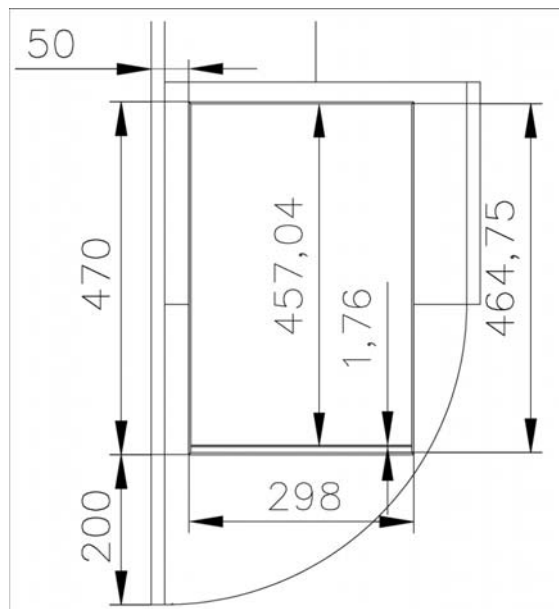

Рис. 5.41. Основные размеры сканера и расположение его на чертеже рабочей зоны
Как видно из рис. 5.41, чертеж сканера довольно прост. Основная сложность заключается в том, что многие линии, которые представляют на чертеже ребра, обрабатываемые скошенными боковыми гранями сканера, проходят очень близко одна от другой. Учитывая достаточно большие габариты сканера в сравнении с этими расстояниями, вам придется, создавая его чертеж, интенсивно использовать инструменты **Zoom Window** (Показать рамкой) и **Zoom Previous** (Показать предыдущий). Если хотите, можете так и поступить, но в данном разделе мы рассмотрим альтерна-
Теперь можно приступить к созданию контуров сканера. Для этого воспользуемся уже хорошо изученными инструментами Offset (Подобие), Fillet (Сопряжение) и Line (Отрезок), а также режимом объектной привязки Endpoint (Контточка). Выполните следующие операции, руководствуясь рис. 5.41.
8. Исходя из рис. 5.41, нужно рассчитать смещение, которое необходимо применить к линиям наружного контура для получения линий внутреннего контура. Оно составляет  $(470 - 464,75)/2 = 2,625$  мм. Это смещение одинаково и по вертикали и по горизонтали. Запустите инструмент Offset (Подобие) и, используя рассчитанное значение смещения, сместите все четыре линии внутрь контура сканера.
10. Как видно из рис. 5.41, для образования линии, обозначающей край крышки сканера, нужно сместить верхнюю линию внутреннего контура вниз на 457,04 мм. Воспользуйтесь для решения этой задачи инструментом Offset, а затем снова запустите его для смещения полученной линии вниз еще на 1,76 мм. Результат представлен на рис. 5.46.